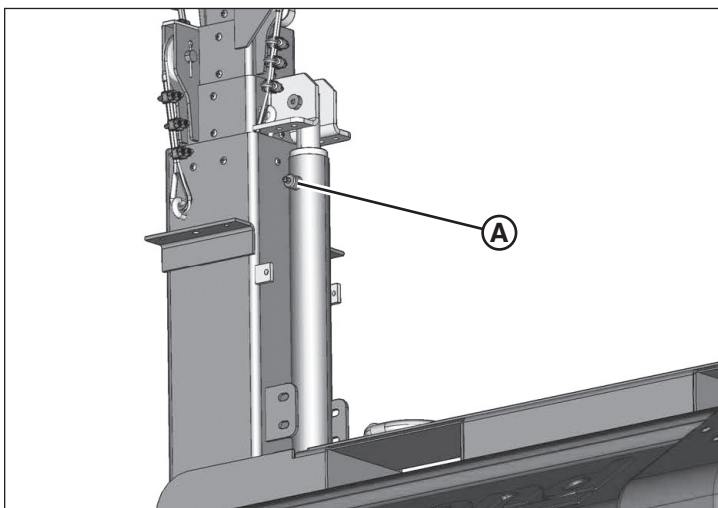

Figura 37
2. Limpie el adaptador de purga (A, Figura 37) en el extremo superior del barril del cilindro.